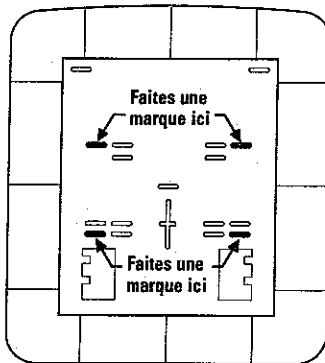

Figure 2
- Faites une marque sur le mur à l'emplacement des deux (2) fentes de montage qui se trouvent dans la partie supérieure de la boîte et aussi à l'emplacement des deux fentes de montage qui se trouvent dans la partie inférieure de la boîte. Suivez l'exemple donné à la Figure 2. Enlevez la boîte distributrice.